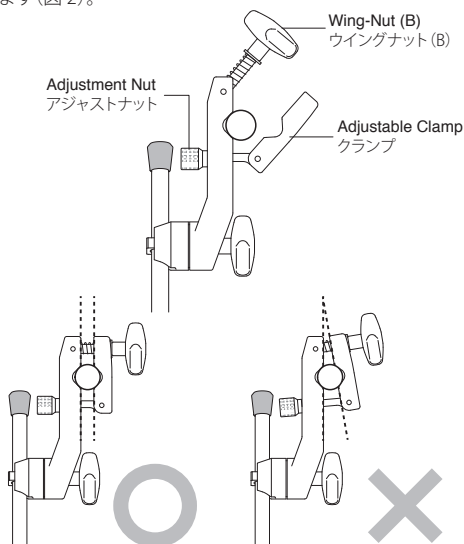

Fig.2 / 図2
2. Loosen Wing Nut (B) and open the Adjustable Clamp. Set the Adjustment Nut and Wing Nut (B) to clamp the cymbal stand evenly, so each side of the Adjustable Clamp is parallel, as shown in (Fig.2).
2. ウイングナット (B) をゆるめ、クランプを開きます。取り付けのシンバルスタンドのパイプの太さに合わせ、アジャストナットを調整して、クランプが平行になるように取り付けます (図 2)。